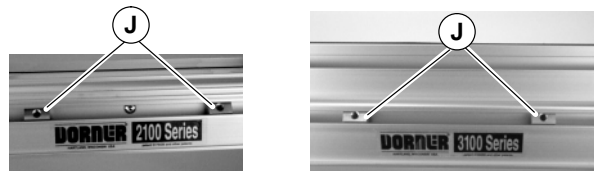

Abbildung 4
2. T-Muttern (J siehe Abbildung 4) in T-Schlitzen der Förderbandserien 2100, 2200 oder 3100 installieren.